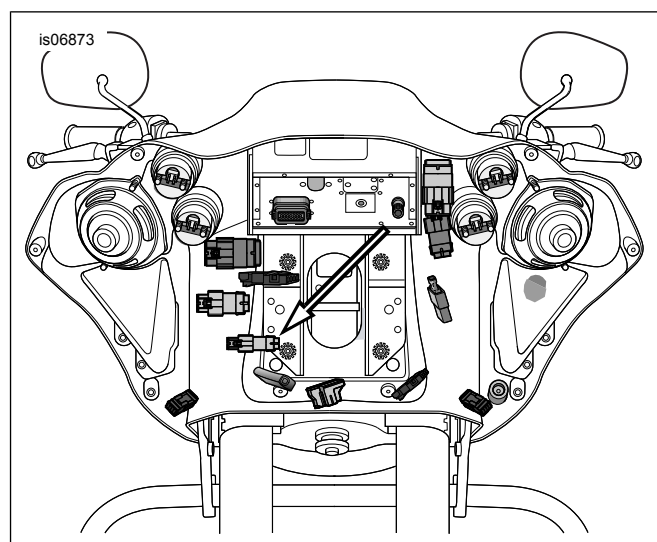

Рисунок 6. Разъем жгута-перемычки датчика ручки газа (модели FLTR)
5. См. Рисунок 6. Подсоедините половину разъема TGS от правой ручки к половине разъема жгута проводов.